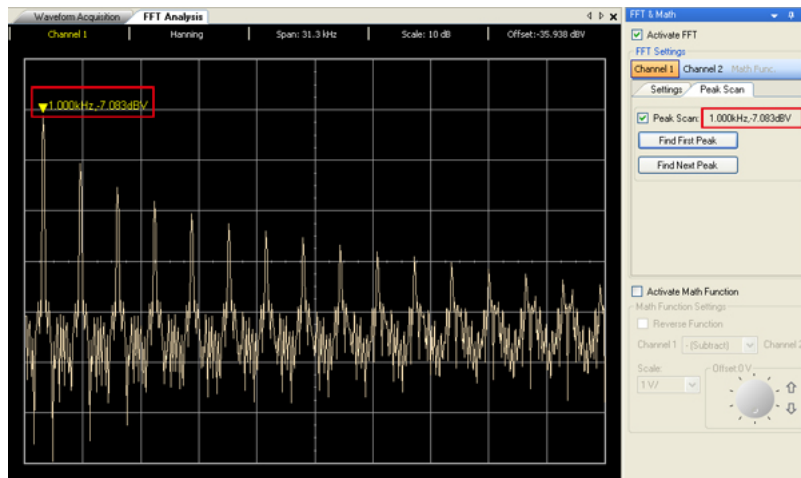

図 2-13 最初のピーク
- 3 ピーク・スキャンを有効にすると、図 2-13のように、スペクトラムの最初のピークを指すインジケータが表示されます。